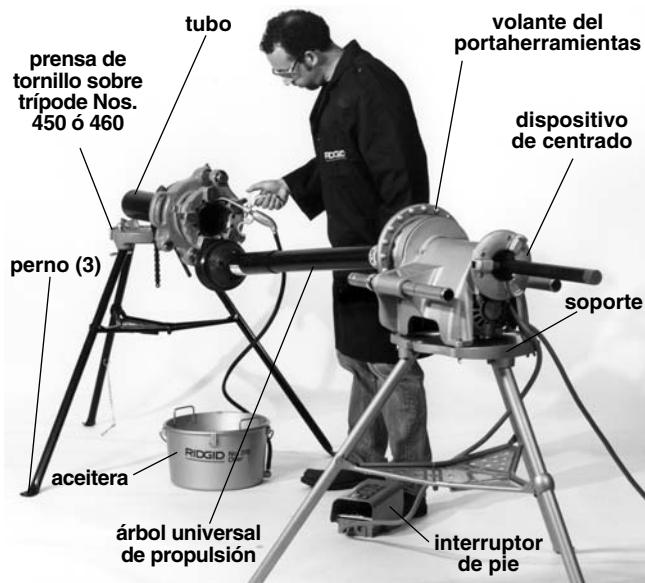

Figura 22 – El roscado con las roscadoras a engranajes No. 141 y 161 usando el árbol de Accionamiento Universal No. 840A
3. Ubique prensa de cadena al mismo nivel alineada con el accionamiento autopropulsado. Separe la prensa de cadena del accionamiento autopropulsado aproximadamente la longitud del eje universal modelo 840-A (*Figura 22*).